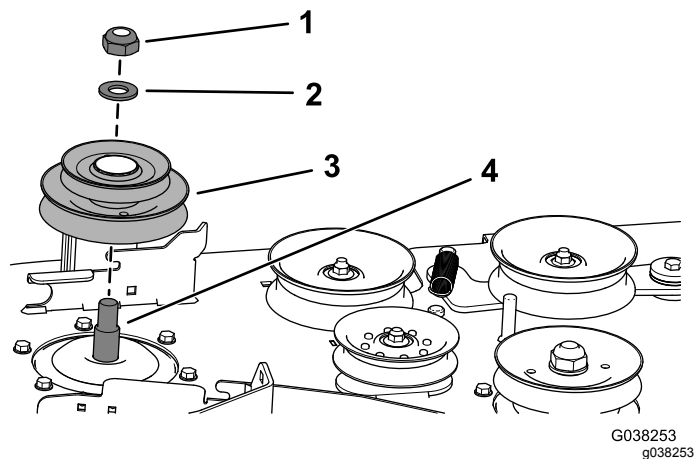

Figura 11
A. Utilizzate il dado di bloccaggio (3/4") e la rondella per fissare la nuova puleggia doppia sull'albero del mandrino di destra (Figura 11).